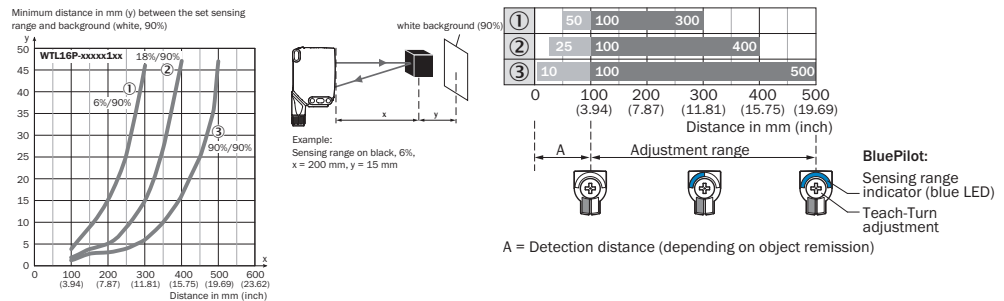
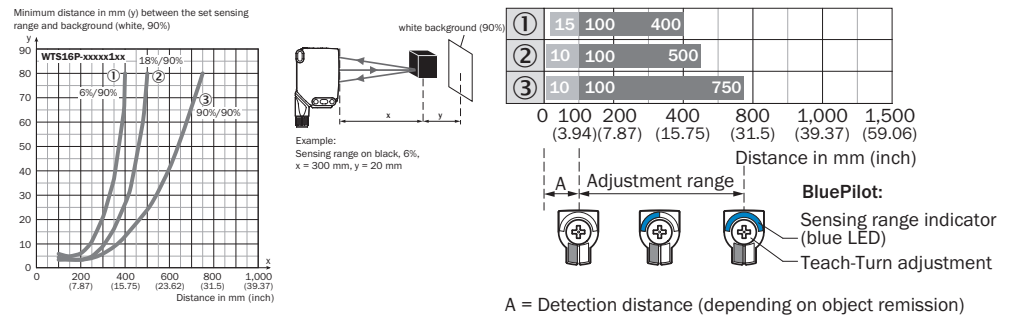

Figura 62: Linea caratteristica 1, WTL16 Blue-tooth@-xxxxx1xx, luce rossa
Figura 63: Linea caratteristica 1, WTS16 Blue-tooth®-xxxx1xx, luce rossa
Controllare le condizioni d'impiego: predisporre la distanza di lavoro e la distanza dall'oggetto o dallo sfondo nonché il fattore di riflessione dell'oggetto in base al relativo diagramma [v. figura 62 e figura 63] (x = distanza di lavoro, y = distanza minima tra distanza di lavoro impostata e sfondo (bianco, 90%). Coefficiente di riflessione: 6% = nero ①, 18% = grigio ②, 90% = bianco ③ (riferito al bianco standard secondo DIN 5033). Si consiglia di effettuare l'impostazione con un oggetto con basso coefficiente di riflessione.
La distanza minima (= y) per la soppressione dello sfondo può essere rilevata dal diagramma [figura 62 ①] come segue: